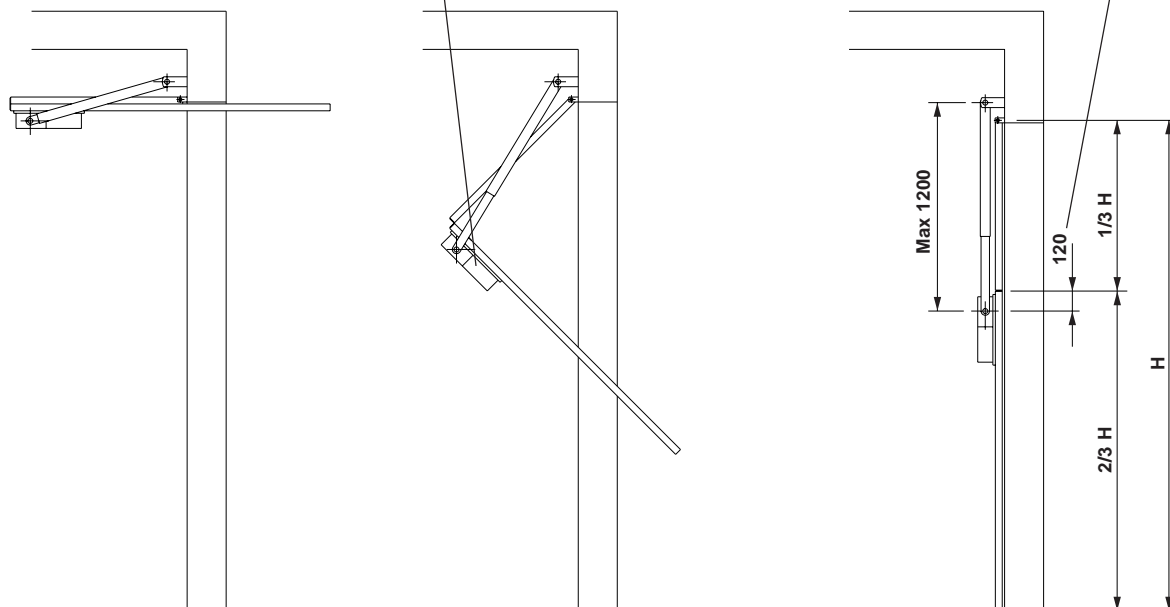

Fig.10
6.2 Porte basculanti snodate (fig. 10). Per l'installazione seguire il punto 5 integrato con le indicazioni di fig.10.
6.2 Articulated overhead doors (fig. 10.)
For the installation please follow point 5 and indications given in fig. 10.
*6.2 Portes basculantes articulées (fig. 10)*
*Pour l'installation, suivre la description du paragraphe 5 en y ajoutant les indications de la figure 10.*